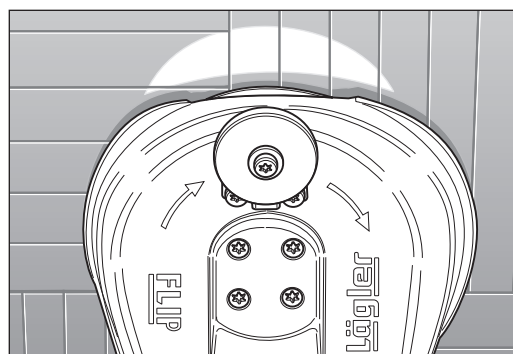

Bild 54 Rätt inställning av styrhjulen:
- 9 Om maskinen slipar i mitten (bild 54), är styrhjulen rätt inställda.